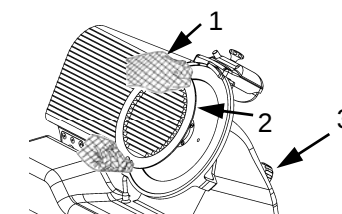

Abb. 48
ACHTUNG: Für die Reinigung des Schneideblatts benötigt man ein Paar Metallhandschuhe (1) (Abb. 48) und ein feuchtes Tuch.
Den Drehgriff des Abdeckungszugbolzens (3) lösen und die Messerabdeckung (2) abnehmen (Abb. 48). Nun kann das Schneideblatt gereinigt werden (Abb. 49).
1. die Abdeckung abnehmen (Abb. 48);
4. Die Maske (b) auf das Schneideblatt setzen und mit dem Ring (Abb. 48 Detail c) zusammenpassen;